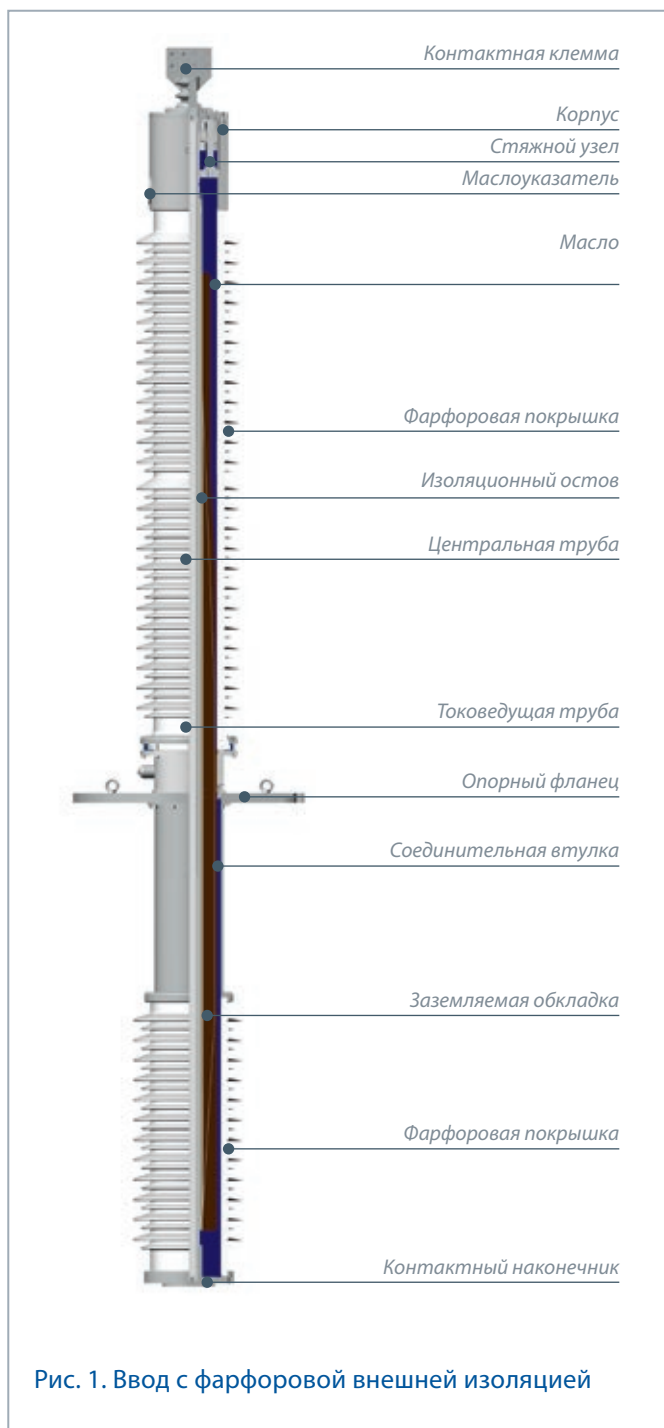

Рис. 1. Ввод с фарфоровой внешней изоляцией
**Контактная клемма** предназначена для присоединения к ней высокого потенциала, изготовлена из латуни (рис. 1).